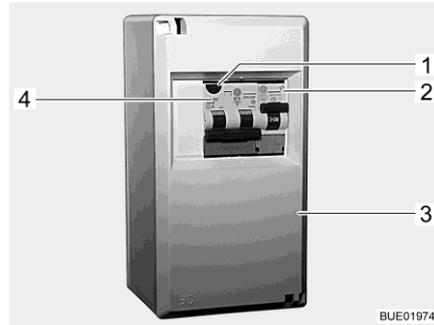
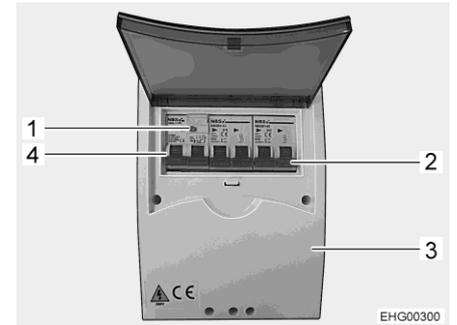

Bild 206 230-V-Sicherungskasten
Bild 207 230-V-Sicherungskasten (Variante)
Ein kombinierter Fehlerstrom-/Leitungsschutzschalter (Bild 206,4 oder Bild 207,4) im Sicherungskasten (Bild 206,3 oder Bild 207,3) sichert das gesamte Fahrzeug gegen Fehlerstrom (0,03 A) ab.
Bei Fahrzeugen mit Sonderausstattung (z. B. Klimaanlage) sichert ein zusätzlicher Leitungsschutzschalter (10 A) (Bild 206,2 oder Bild 207,2) das Gerät ab.
- Wenn das Fahrzeug an die 230-V-Versorgung angeschlossen ist, die Prüftaste (Bild 206,1 oder Bild 207,1) drücken. Der Fehlerstromschutzschalter muss auslösen.